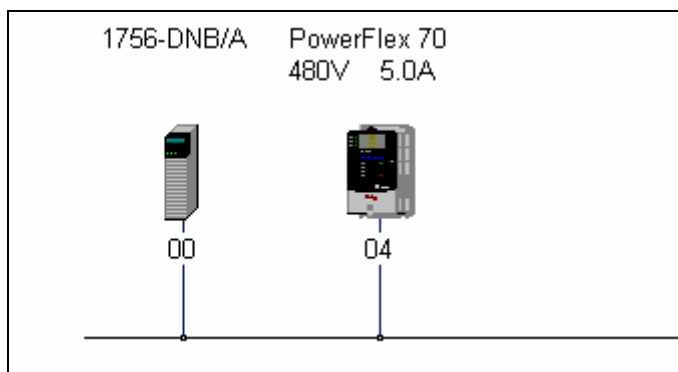

图 4-15 网络上的设备
10. 此时，RSNetWorx 开始扫描网络。RSNetWorx 将自动查找网络驱动列表下的所有设备。扫描完成后，DeviceNet 网络上设备均以图标形式显示，如图 4-15 所示。